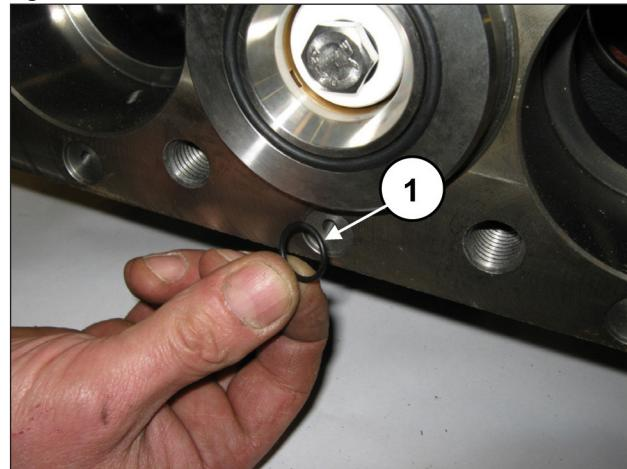

Fig. 163
Appicare i 6 O-ring frontali del carter pompa (pos. ①, Fig. 163).